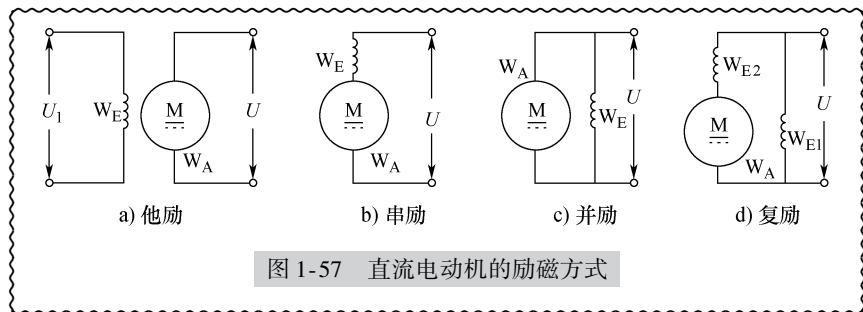

图 1-57 直流电动机的励磁方式
(1) 直流电动机的励磁方式 励磁方式指磁极绕组获得电流的方式，它表现为励磁绕组和电枢绕组的连接关系不同。直流电动机的励磁方式有他励、串励、并励和复励，如图 1-57 所示。